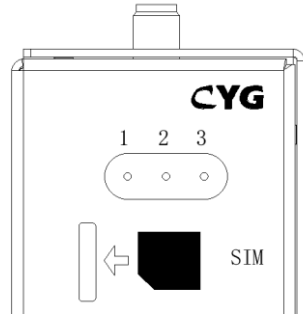

图 2.3-1 SIM 卡缺口方向示意图
- 流量卡插口：选用 FL4-WiSUN-GW-G 型号支持 4G 数据上传。4G 卡、物联网卡均能使用，插入的时候注意缺口方向，SIM 卡缺口方向如图 2.3-1 所示。